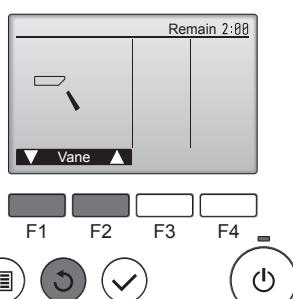

Fig. 7-4
- ② Kanat çalışma ekranını görüntülemek için [SEÇİM] düğmesine basın ve otomatik kanadı kontrol etmek için [F1] ve [F2] düğmelerine basın. (Fig. 7-4)